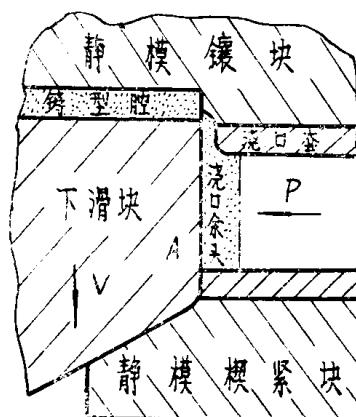

图5
由于“下体”压铸模是四面滑块,淋口只能安放在下滑块和静模的分型面上(见图5)即A面上。当时曾考虑,这样布置,淋口余头在开模时可能断在压射室内。如果在开模时,象一般压铸那样,同时以活塞作用力P将余头压出,而此时下滑块正在作图5中之V向运动,由于活塞压在下滑块上的力相当大,可能会引起下滑块斜杆折断。如果装设一个钩料销在下滑块之A面上,制造和装配比较困难,压射活塞也可能将钩料销压坏。我们又考虑,淋口与铸件间有一定连接强度,另外,活塞压射后3秒左右即退回,此时淋口进口处(厚1.5毫米)已凝固,而淋口余头直径是50毫米,温度较高,收缩后有一定间隙,并且在根部25毫米长度上有2°斜度,所以决定暂时不设钩料销也不用活塞压余头。经过压铸,淋口余头并未断在压射室内,有时余头长达60毫米还能随铸件拉出压射室。
4. 由于动模四个滑块是依靠静模的四个楔紧块斜面锁紧,而同时动静模分型面在合模时要合紧(图5之A分型面),为了使楔紧块斜面能以较大的力消除四个滑块相互之间的间隙而A面又要合紧,在制造时必须在A分型面先留下0.05到0.08的间隙,以便在A面合紧之前